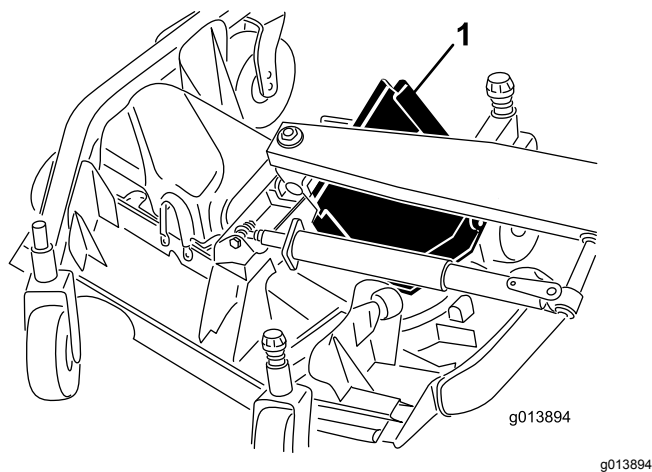

Рисунок 68
6. Чтобы снять передний край крышки, поднимите и проведите его между рычагом подъема и валиком (**Рисунок 68**).